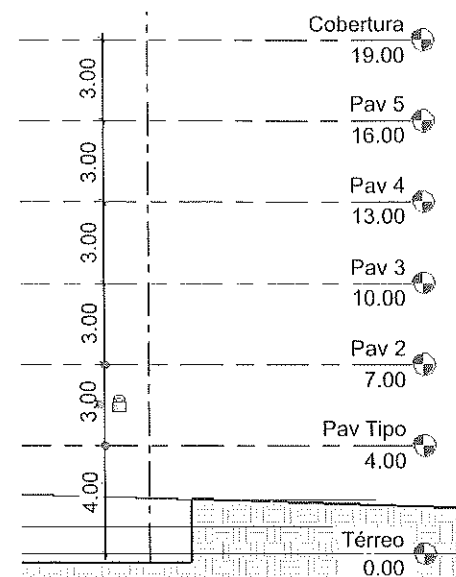

Figura A.21 - Cotas em todos os níveis.
5. Para mudar as cotas, vamos ficar nessa mesma vista de elevação. Faça uma cota com a opção **Alinhada** entre todas as linhas dos níveis, como apresenta a Figura A.21, e confirme as alturas de 3 m entre os pavimentos e do **Térreo** para o **Pav Tipo** de 4 m. Em seguida, feche os cadeados de todas as cotas. Desta forma, travamos as distâncias entre esses pavimentos. Ao mudar a cota do pavimento **Térreo**, todos os pavimentos sobem juntos sem alteração das cotas entre eles.